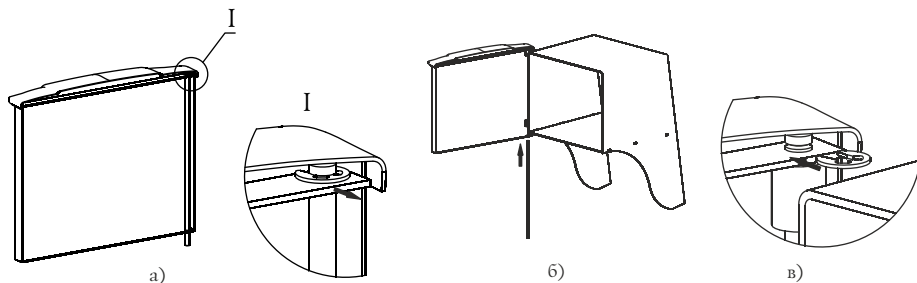

Рисунок 8. Установка дверцы при монтаже печи.
Установка дверцы на печи модели «Саяны» и производится следующим образом (рисунок 8):
1. Извлеките ось из дверцы, предварительно сняв упорную быстросъемную шайбу, рисунок 8.а;
3. Вставьте ось через отверстия снизу вверх, с расположением канавки под шайбу в верхней части оси, рисунок 8.б;
4. Установите упорную быстросъемную шайбу в канавку на оси, рисунок 8.в